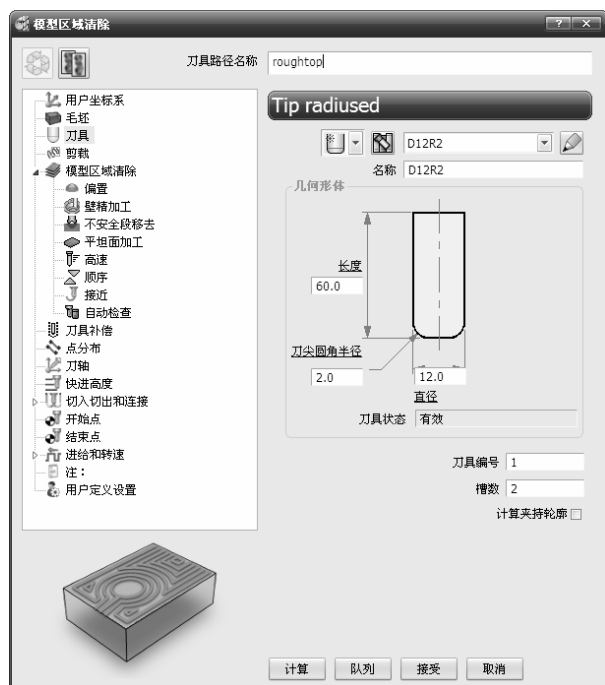

图 4-11 “模型区域清除”对话框
2) 在弹出的“模型区域清除”对话框中设置相关参数,如图 4-11 所示。